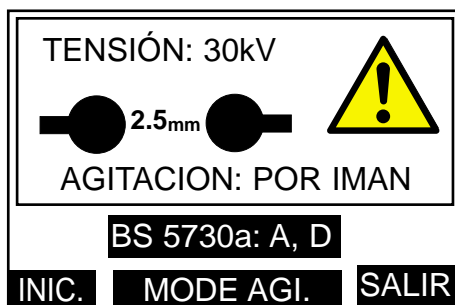

Figura 89. Pantalla de visualización de inicio de prueba BS5730a.
5. La pantalla cambiará para mostrar la tensión de verificación correcta junto con el espacio de electrodo seleccionado. Asumiendo que se haya operado la tecla de 2,5 mm, la pantalla será parecida a la figura 89.